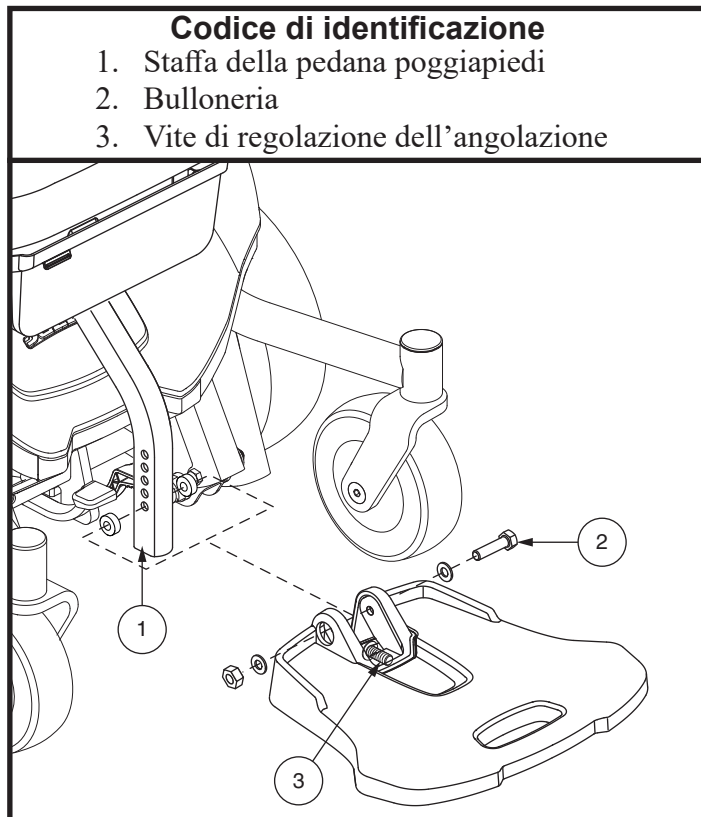

Figura 13. Regolazione della pedana poggiapiedi
1. Rimuovere la bulloneria dal supporto della pedana poggiapiedi. **Vedere figura 13.**
È possibile regolare l'angolazione della pedana poggiapiedi. **Vedere figura 13.**